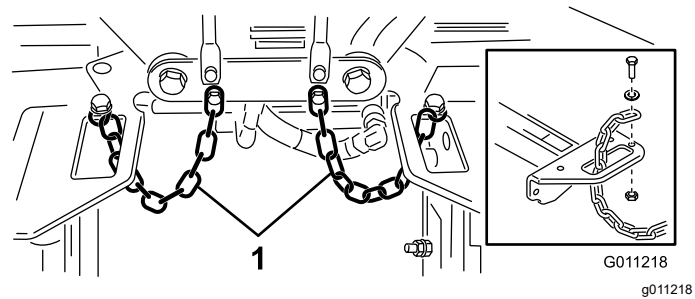

Figure 23
4. Passez une chaîne de basculement dans la fente à l'extrémité de chaque bâti porteur. Fixez la chaîne de basculement sur le haut du bâti porteur à l'aide d'un boulon, d'une rondelle et d'un contre-écrou (Figure 23).